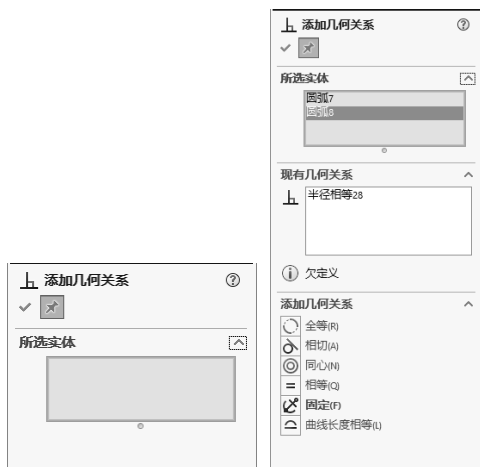
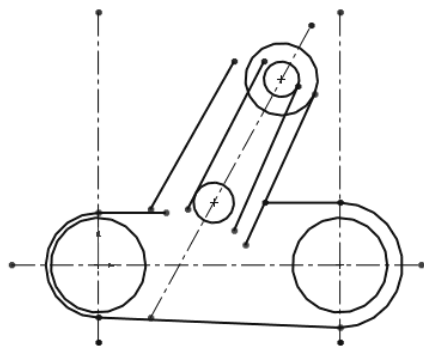

图 2-29 “添加几何关系”属性管理器
图 2-30 添加相等约束 1
① 单击“草图”快速访问中的“添加几何关系”按钮，弹出“添加几何关系”属性管理器，如图 2-29 所示。选择步骤 02 中绘制的两个圆，在属性管理器中选择“相等”按钮，使两圆相等，如图 2-30 所示。